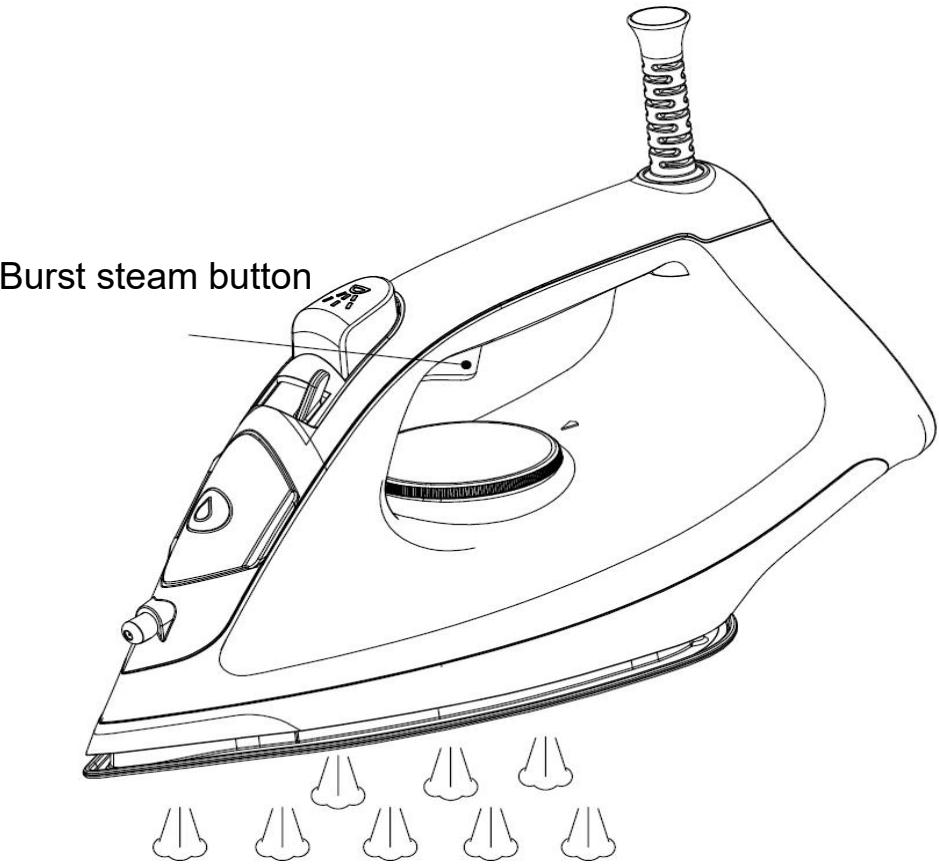

Fig.7
28. Wenn Sie harthäckige Falten entfernen möchten, aktivieren Sie die Dampfstoßfunktion, indem Sie die Dampfstoßtaste einmal drücken (siehe Abb. 7). Sie sollten die Dampfstoßfunktion am besten bei der maximalen Temperatureinstellung aktivieren, um ein gutes Bügelergebnis zu erzielen.